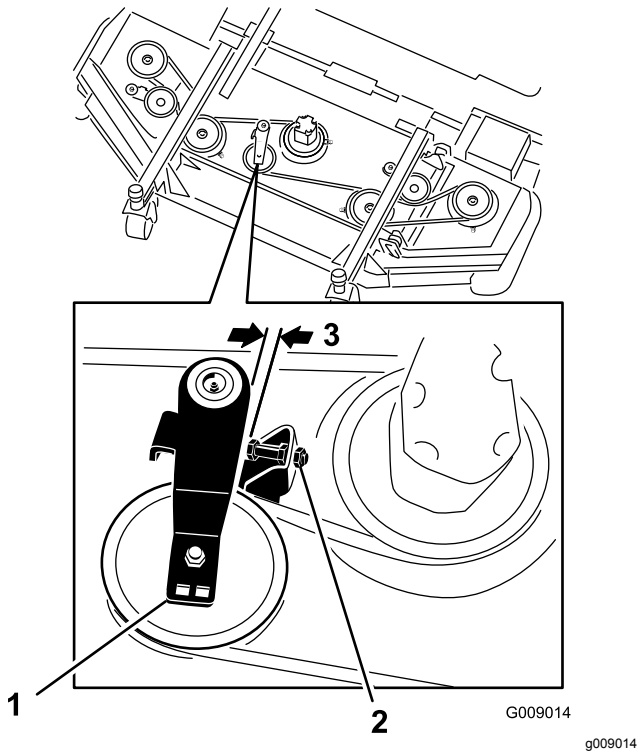

Figura 127
3. En la carcasa delantera central, afloje las contratuercas del tornillo de tope de la polea tensora y enrosque el tornillo de tope en el soporte (Figura 127).
4. Con una llave de carraca u otra herramienta similar, aleje la polea tensora de cada carcasa lateral de la correa de transmisión para aliviar la tensión de la correa y poderla retirar de la polea de la carcasa lateral (Figura 127).